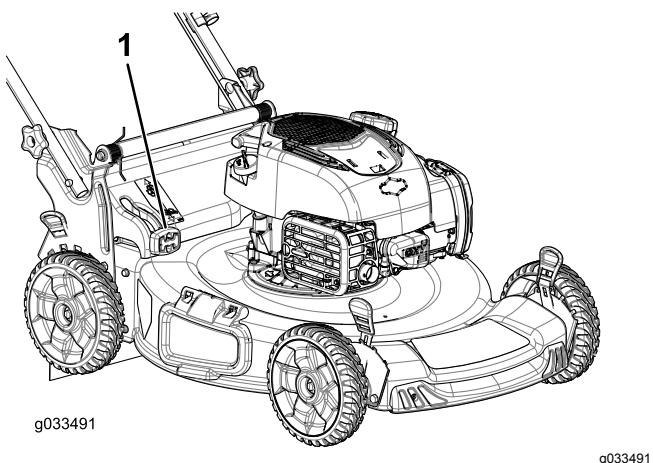

Figura 23
- **Per insaccare erba e sfalcio**, premete il pulsante sulla leva Bag-on-demand e spostatela in avanti fino a quando il pulsante sulla leva non si solleva di scatto (Figura 23).